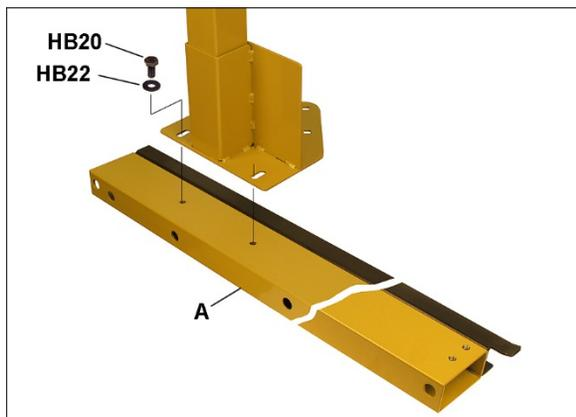

Рисунок 7-5
6. Полностью затяните винты крепления к внутренней направляющей на кронштейне правой ножки (Рисунок 7-5).